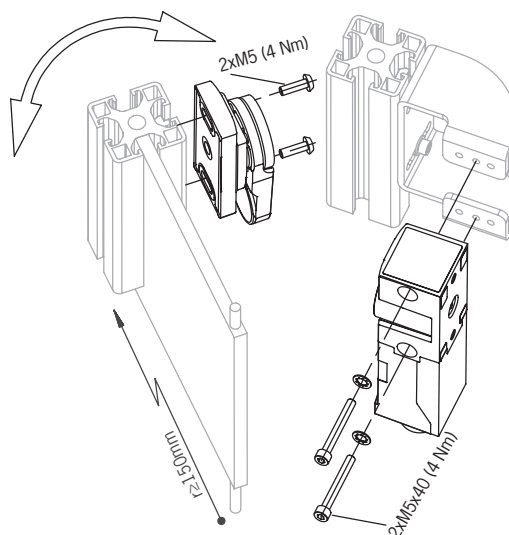

Fig. 2: Esempio di installazione
- › Osservare i raggi minimi del riparo (vedere Fig. 2: Esempio di installazione a pagina 10).